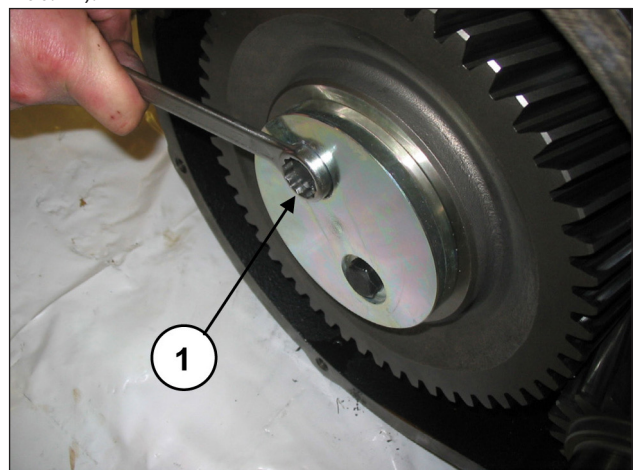
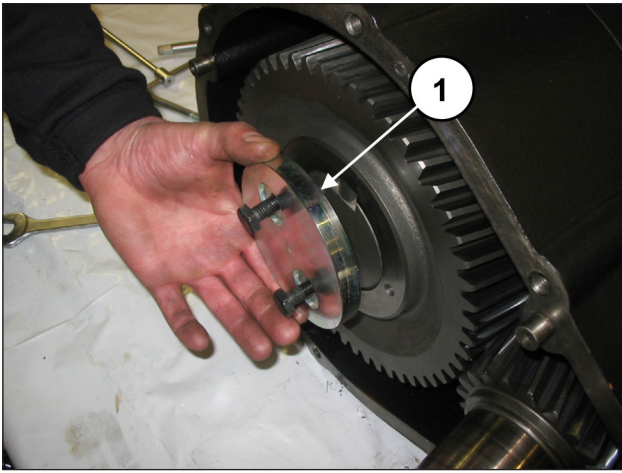

Abb. 10
Abb. 11
Lösen Sie die Befestigungsschrauben des Zahnkranzhalters (Pos. ①, Abb. 10) und entfernen Sie den Halter (Pos. ①, Abb. 11).